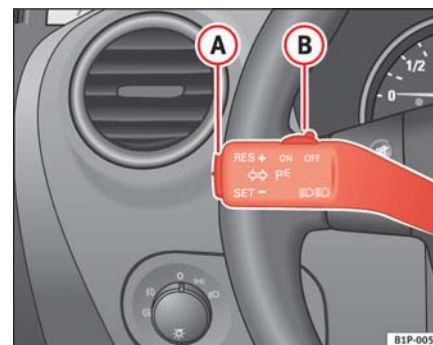

Fig. 124 Palanca de intermitentes y de luz de carretera: mando y tecla basculante para el regulador de velocidad
- Cuando se haya alcanzado la velocidad que se quiere programar, pulse brevemente la parte inferior de la tecla basculante **SET** ⇒ fig. 124 **A** una vez.